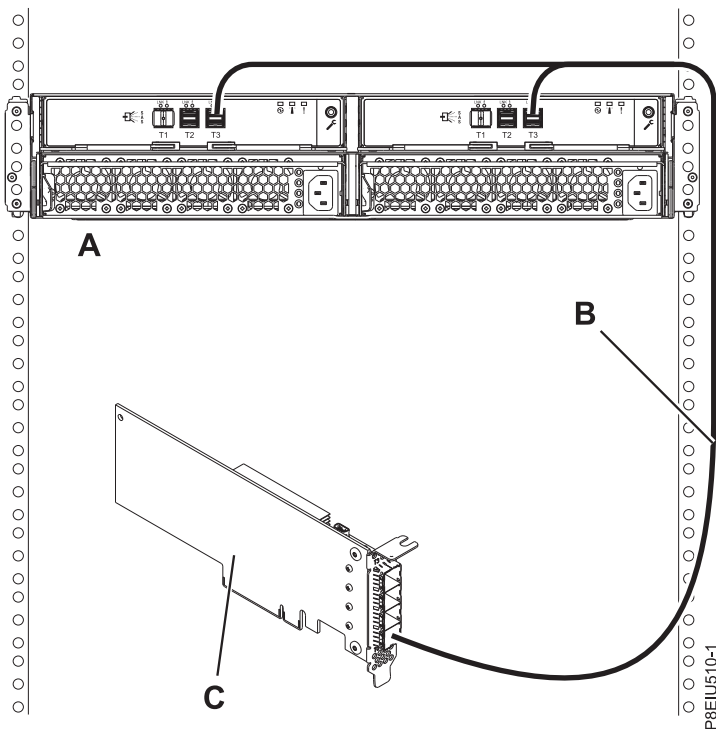

Рисунок 14. Подключение Блок памяти ESLL или ESLS к одному адаптеру SAS FC EJ0J или FC EJ0M с помощью кабеля YO12 (режим 1)
14. Подключите один корпус (А) с помощью кабеля YO12 (В) к одному адаптеру SAS FC EJ0J или FC EJ0M (С) в режиме 1 (см. рис. 14 на стр. 17) и перейдите к шагу “Подключение кабелей данных, кабелей питания и установка крышек” на стр. 24.